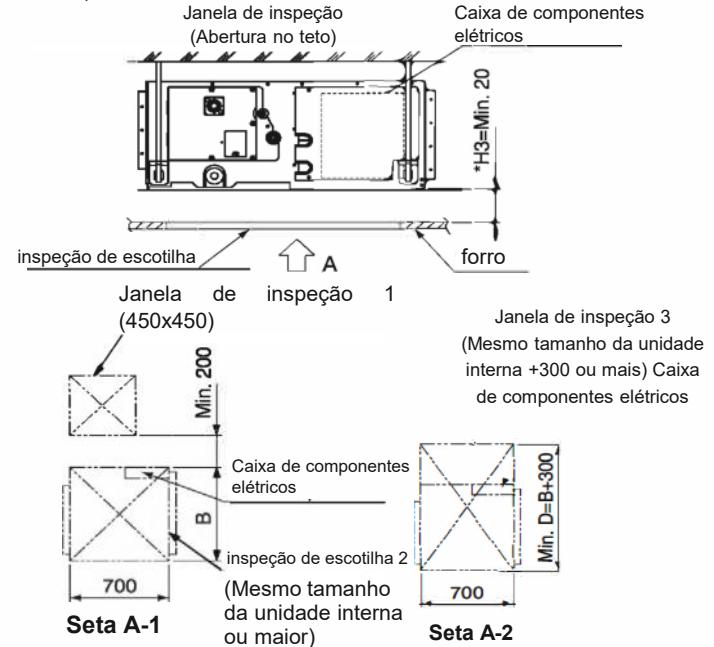

Fig.2-3
- Janela de inspeção 1 (450 x 450 mm) no lado da caixa de controle e janela de inspeção 2 na parte inferior do produto.(Fig. 2-3, seta A-1)